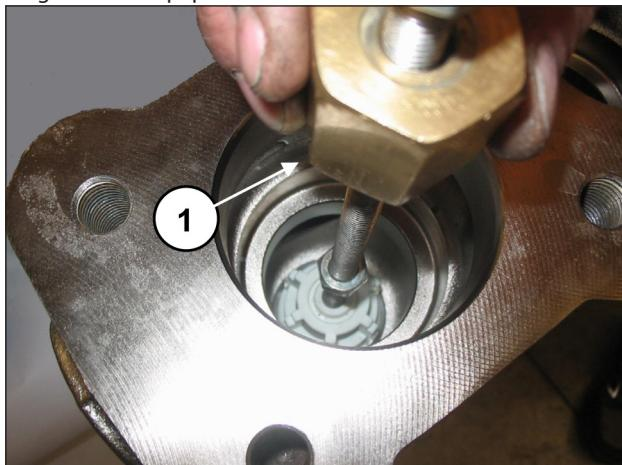

Fig. 112
Extraire l'ensemble de la soupape d'aspiration à l'aide d'un extracteur à inertie (réf. 27516400) à appliquer sur le trou M10 du guide de soupape (rep. ①, Fig. 112) ou, en complément, un adaptateur M10-M16 (réf. 25089700) à fixer sur le filetage M16 du guide de soupape.